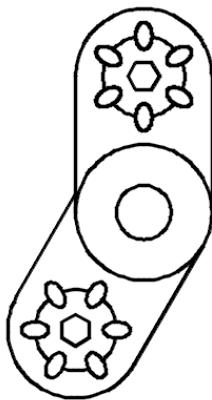

图 4-83 上机操作图 2
- (9) 上机操作: 绘制图 4-83 所示的图形, 具体尺寸由读者根据参考图自行确定。